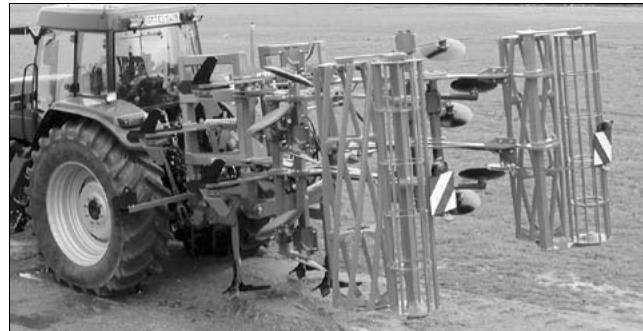

Рис. 9
- Установите оборудование, требуемое правилами безопасности движения и переведите орудие в транспортное положение (Рис. 9)!